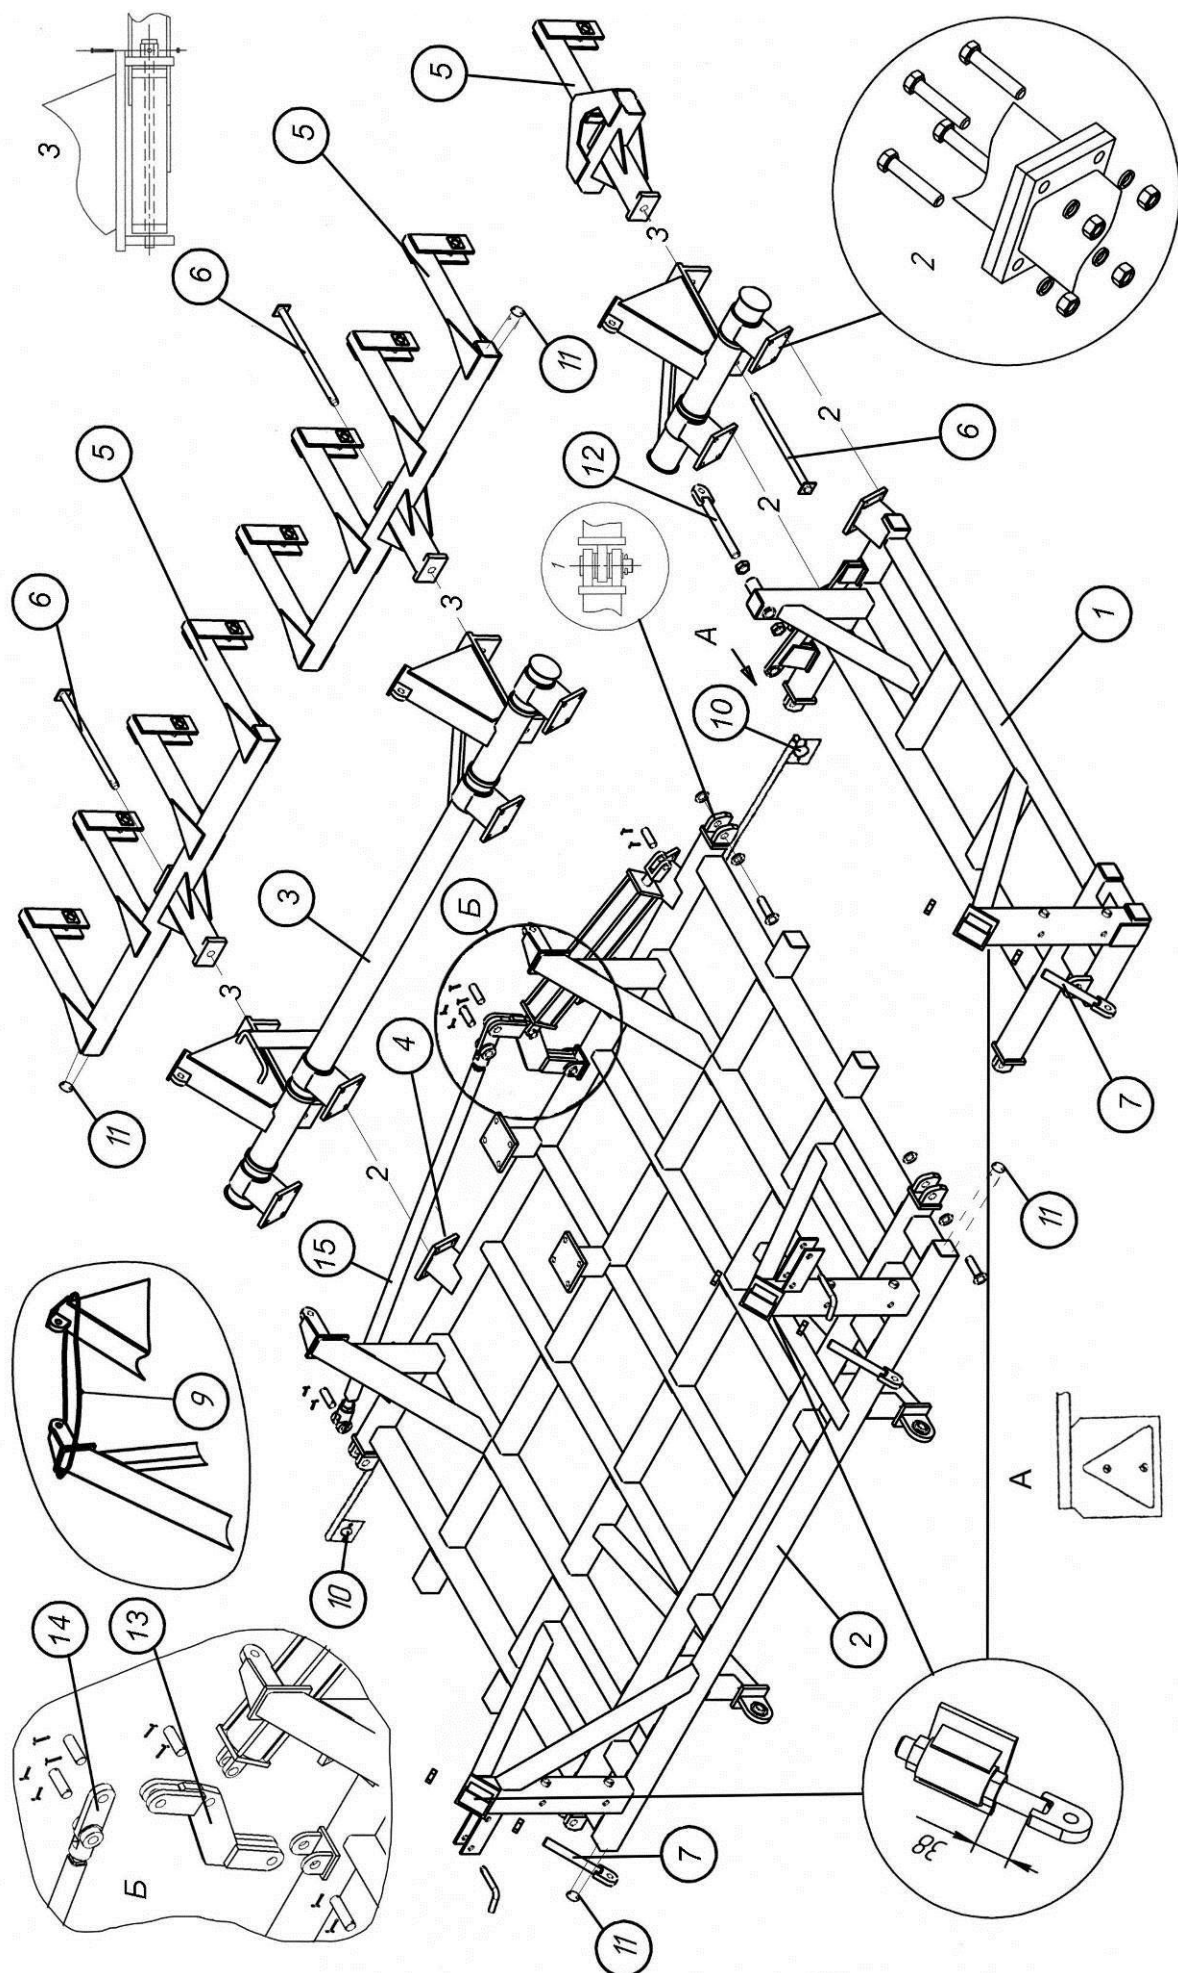

Рис. 4.1.3. Сборка рам, поворотных валов и подвески прикатывающих колес ПК-6,1
4.1.9. Для ПК-6,1 установите рычаг 13 (зав.№2012-22.00.00) на вилку главной рамы с помощью пальца Ø32х130 (зав.№2012-00.00.01), шайб Ø33мм и шпильки (рис.4.1.3). Роль кулис на ПК-6,1 выполняет серьга 14 (№ 2012-24.00.00). Закрепите ее на рычаге 13 с помощью пальца Ø32х98 (зав.№ 2012-21.20.02). Установите тягу 15 с помощью пальцев Ø32х98 и шпильки. Одну проушину тяги 15 (№ 2012-21.00.00) зацепить за серьгу 14, другой – за кронштейн крыловой рамы.